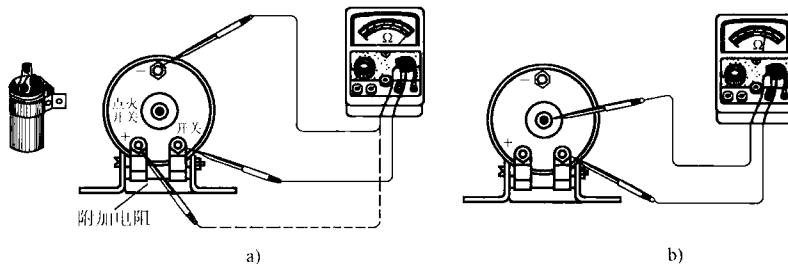

图 1-7 用万用表检查点火线圈的电阻
(3)电阻的测量:测量点火线圈初级绕组、次级绕组及附加电阻的电阻值。如图 1-7 所示,用万用表测量点火线圈初级绕组、次级绕组及附加电阻的电阻值。以东风 EQ1090 汽车使用的 DQ125 型点火线圈为例,三者的电阻值应分别为  $1.8\Omega$ 、 $5k\Omega$  和  $1.4\sim 1.5\Omega$ 。若相差较大,说明绕组有短路或断路故障,应予以更换。